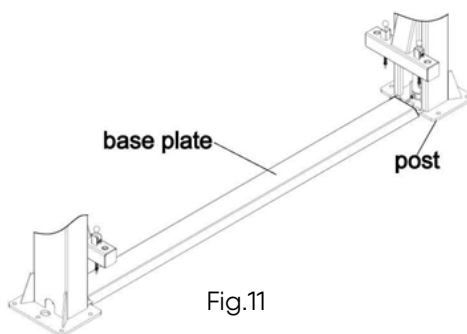

Fig.11
Passo 9: Fixe a placa de base. (Fig 11)